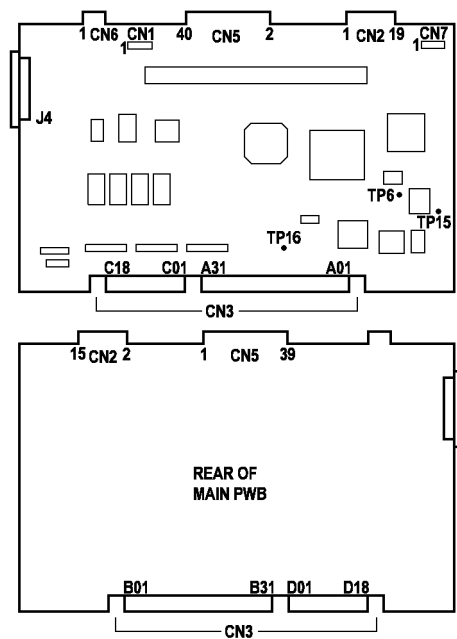

Рисунок 6 Главная PWB
- Подсоедините красный щуп мультиметра к CN3-A07 главной PWB (Рисунок 6).